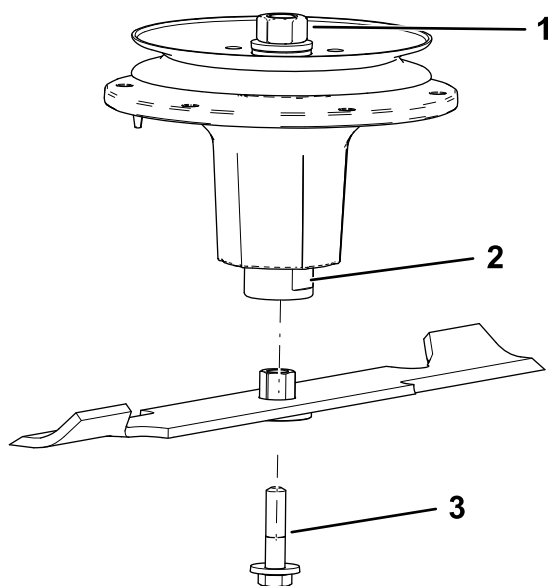

Figura 80
2. Montați ansamblul bucă/lamă pe arborele axului (Figura 80).